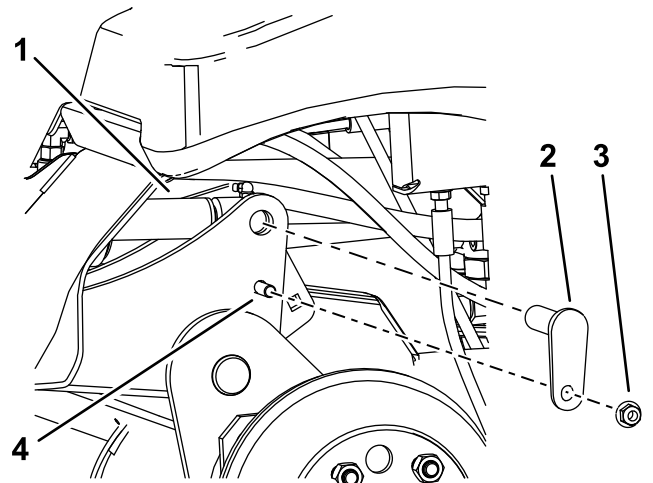

図 9
C. ポンチを使って、シリンダロッドの穴と昇降アームの穴を揃える 図 9。
D. ボルト 3/8" x 1 1/4" 2本、ナット 3/8" 2個、小さいピン 2 本を使用して、昇降アームをシリンダに固定する 図 9。